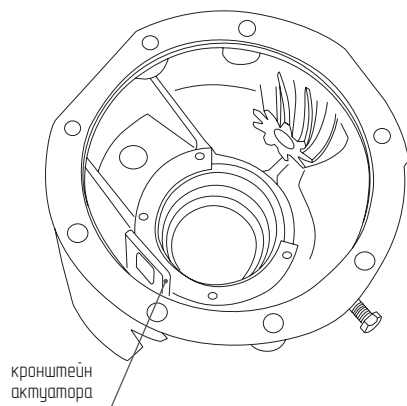

Рис. 3
3. Поставьте корпус подшипника [2.1] на дно картера моста. Расположите его таким образом, чтобы кронштейн актуатора располагался свободно в нише с заливной пробкой (Рис. 3):